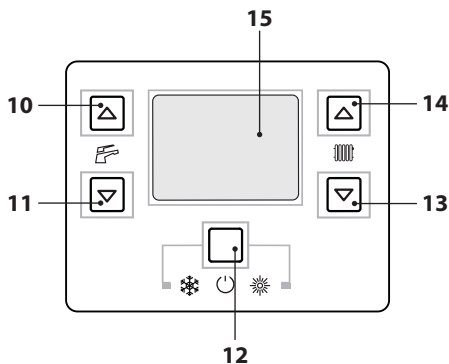
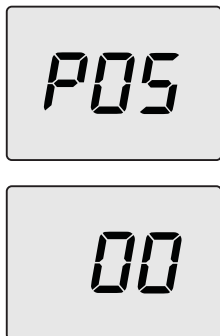

Рисунок 8.2
Рисунок 8.4
- Войдите в "режим программирования", нажав одновременно и удерживая в течение 10 секунд кнопки 12-13-14 (Рисунок 8.2) до появления на ЖК дисплее кода **P01**, который сменяется значением параметра, указывая на вход в "параметр 01" (Рисунок 8.3).
13 и 14 до появления на ЖК-дисплее кода **P05**, который сменяется значением параметра, указывая на вход в "параметр 05" (Рисунок 8.4).
- Чтобы подтвердить внесенное значение, нажать кнопку 12 (Рисунок 8.2).
- При одновременном нажатии кнопок 12 и 13 (Рисунок 8.2) можно выйти, не изменив значения (возврат к перечню параметров, Рисунок 8.4).
- При одновременном нажатии и удерживании в течение 10 секунд кнопок 12-13-14 (Рисунок 8.2) происходит выход из "режима программирования".